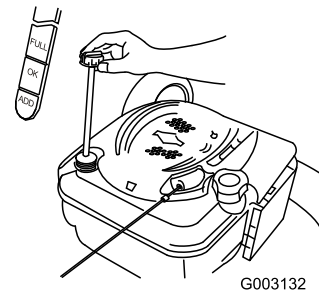

Figure 38
4. Vierta **lentamente** aceite en el tubo de llenado hasta que el nivel llegue a la marca Full de la varilla (Figure 38). **No llene demasiado.** (Capacidad máxima: 0,6 l, tipo: SAE 30W, aceite detergente con clasificación de servicio API SF, SG, SH, SJ, SL o superior.)